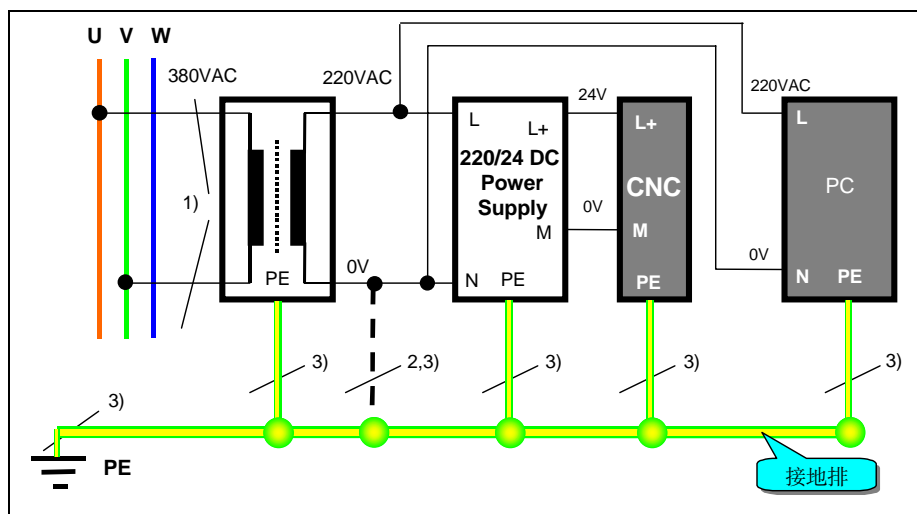

图 2-1 控制变压器
- 10) 现场没有良好接地的情况下, 控制变压器必须为浮地设计, 但此时任何与 CNC 控制器连接的外设(如 PC/PG), 其 220VAC 电源必须连接到控制变压器, 参见图 2-1;
电柜中必须采用独力的控制变压器，给系统的 24VDC 供电。控制变压器接线如图 2-1 所示。